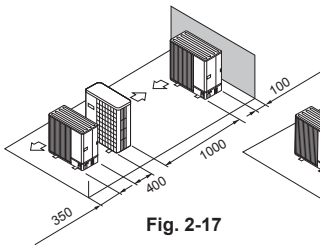

Fig. 2-17
- ⑤ Aranjare: o singură unitate pe rând, mai multe unități paralele (Fig. 2-17)